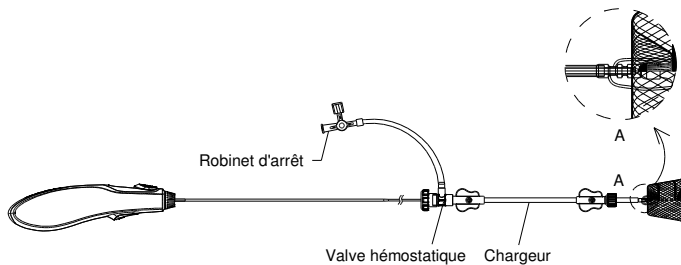
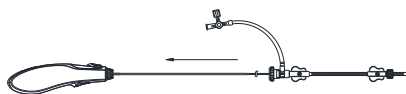

Figure 4. Illustration du dispositif d'occlusion de PCA CeraFlex™
Figure 5. Illustration du chargement du dispositif dans un chargeur
- Vérifier soigneusement la connexion entre le dispositif d'occlusion et le câble de pose (cf. Figure 4). Immerger le dispositif et le chargeur dans la solution saline et rétracter d'un mouvement sec le dispositif d'occlusion de PCA CeraFlex™ dans le chargeur (cf. Figure 5).